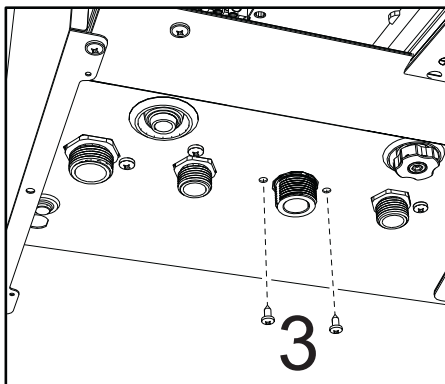

fig. 44
- Svitare le viti “3” (fig. 44)